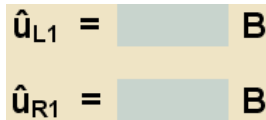

Рис. 11. Место ввода значений амплитуды напряжений  $\hat{u}_{L1}$  и  $\hat{u}_{R1}$
10. С помощью левой кнопки мыши переместить его значение в требуемое положение, отпустить кнопку (рис. 11).
12. С помощью левой кнопки мыши переместить его в требуемое положение, отпустить кнопку (см. рис. 11).